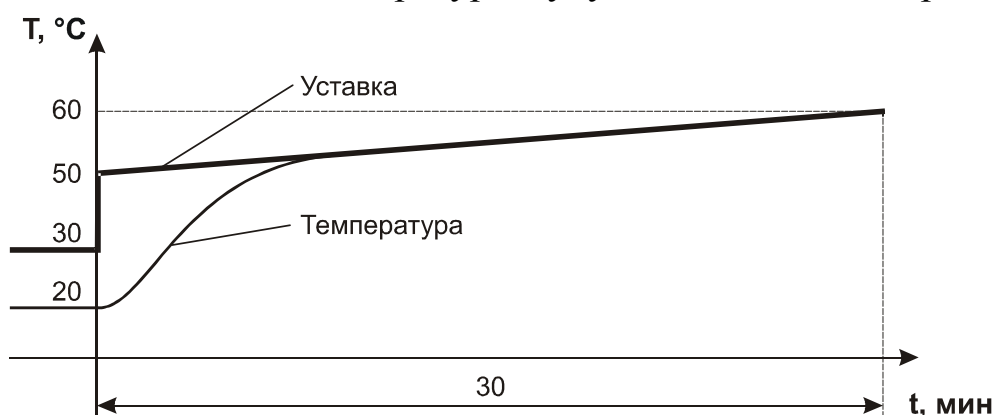

Рис. 6.7
- а) Если параметры первого шага задать как в вышеприведенном примере, т.е. $bc = 0$, $SP = 50$, $t0 = 30$, $P0 = 60$, характер изменения уставки и примерный вид изменения температуры будут соответствовать рис. 6.7